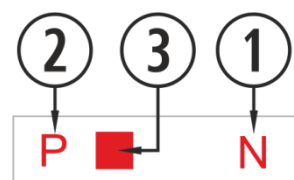

Figura 4
Para realizar el encendido debemos pulsar la tecla ☼ (botón encendido - apagado) del panel de mandos. El punto ③ de la figura 4 cambiará su color, a medida que la estufa pasa por las diferentes fases de encendido.
Dicho icono viene acompañado con la señalización del mensaje de seguridad Axxx, ver *figura 4* punto ③. Puede indicar un fallo de sensores o motores de la estufa. Véase tabla que se incluye a continuación.